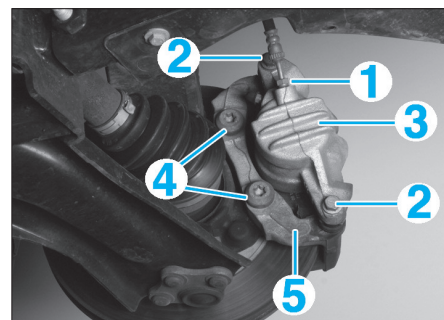

FIG. 4
- Débrancher le raccord (1) du flexible de frein (prévoir l'écoulement du liquide de frein) (Fig.4).
- les vis (2),
- l'étrier (3),
- les vis (4) du support (5),
- le support d'étrier (5).